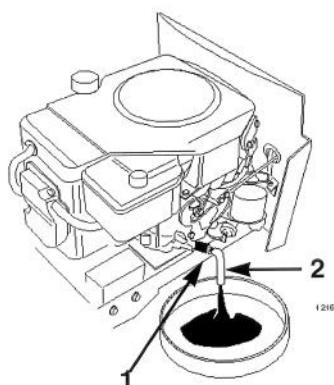

Bild 19
5. Eine Schale unter den Ölablaß stellen. Die Ablaßschraube im Gegenurzeigersinn um $\frac{1}{8}$ Umdrehung drehen und abziehen (Bild 19).